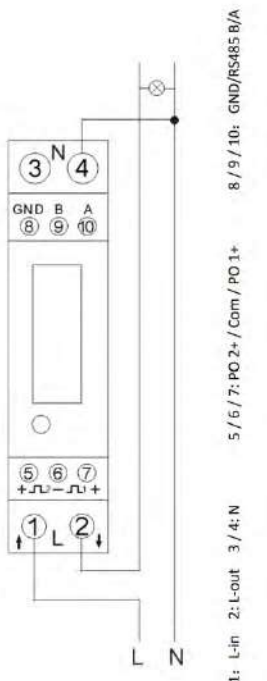

Abb. 7: Anschluss des Energiezählers SDM120
1. Montieren Sie den Energiezähler auf der **Abnehmerseite** des PIONIERKRAFTwerks 2.0 im Zählerschrank so, dass die **Klemme 1 in Richtung des PIONIERKRAFTwerks** und die **Klemme 2 in Richtung des Abnehmers** geführt wird (Abbildung 5 und Abbildung 7). Im Bedarfsfall finden Sie die Anleitung des SDM120 unter folgendem Link (<https://pionierkraft.de/sdm120c-modbus-de/>)
2. Schließen Sie **abnehmerseitig** die Leitung ausgehend von dem B16 A Leitungsschutzschalter über das SDM120 (Abbildung 7) am PIONIERKRAFTwerk **Buchse 2** an